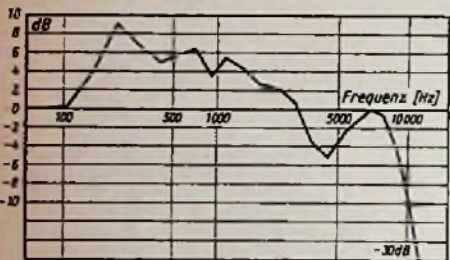
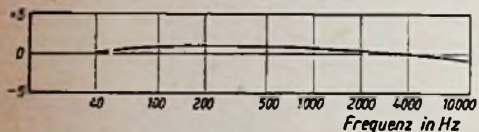

Bild 6. Wie Bild 5, jedoch Meßmikrofon im Abstand von 1,5 m ca. 45° seitlich zur Lautsprecherachse, dem Sitz des Toningenieurs
Bild 7. Frequenzverlauf der Übertragungsanlage (relative Pegel in dB)
An Hand des Blockschaltbildes (Bild 4) sei die Gesamtanlage erläutert. Im Aufnahme-raum befinden sich vier Mikrofoneingänge, die wahlweise mit einem Kondensator-Mikrofon oder einem dynamischen Mikrofon beschaltet werden können. Diese vier Mikrofonkanäle führen über die entsprechenden Vorverstärker V 72 auf das Eingangskreuzschienenfeld des Regietisches. Mit sechspoligen Kleintuchelsteckern können die Eingangskanäle entweder direkt auf die Flachbahnregler W 68 der Firma Eckmiller oder über den Hörspielverzerrer H V 53 bzw. den Hoch-Tief-Entzerrer W 86 in Kombination mit je einem V 72 geschaltet werden. Die fünf Regler führen auf den Bandpaß - W 75k - V 72 - Summenregler - V 72 auf das rechte obere Kreuzschienenfeld mit einem Pegel von 6 dB. Wiederum mit Kleintuchelsteckern können jetzt drei Magnetbandgeräte der Type M 5 gesteckt werden. Mit Hilfe zweier Kellogg-Schalter kann selbstverständlich vor und hinter Band abgehört und gleichzeitig das Lichtzeigerinstrument U 70 (V) kontrolliert werden. Zum Abhören dient der große Telefunken-Schrank mit eingebautem Leistungsverstärker V 69. Meßergebnisse dieses Abhörchranks zeigen Bild 5 und Bild 6. Auf der unteren Hälfte des rechten Kreuzschienenfeldes befindet sich das Ausgangsfeld, das ebenfalls an jeder Stelle einen Pegel von 6 dB aufweist. Zwei durchgehende vertikale Schienen des rechten Feldes gestatten eine direkte Umspielung von einer auf die anderen beiden Maschinen. Der Frequenzgang der Gesamtanlage ist Bild 7 zu entnehmen.